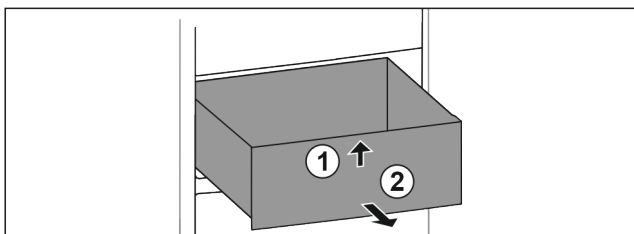

Fig. 131
- ▶ Emelje meg a fiók elejét. Fig. 131 (1)
- ▶ Vegye ki a fiókot előre felé. Fig. 131 (2)